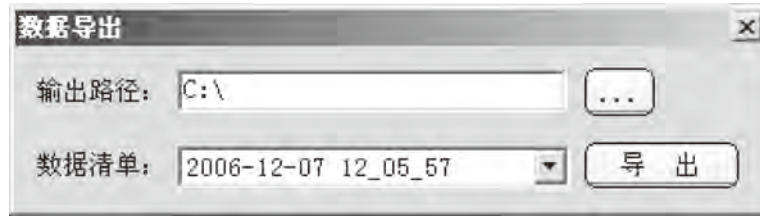

图45
⑧数据导出 (如图45): 导出文件路径默认C盘根目录, 可自行修改, 文件名为日期时间的文件夹, 不可修改。